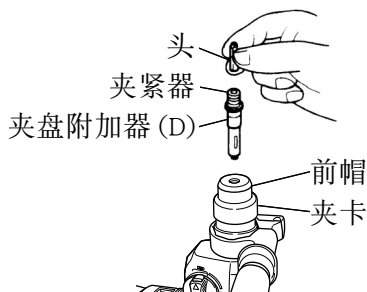

图 26
4. 旋机械螺丝时 (图 26)
5. 旋木螺丝时 (第21页的图 26)